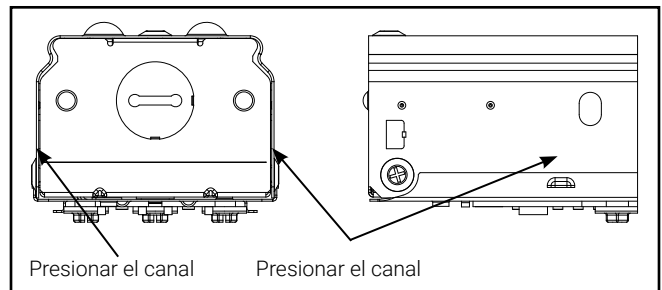

Figura 2.
2. Retire la cubierta del canal presionando hacia dentro por debajo de cada ficha (Figura 2). Levante gradualmente la cubierta mientras sigue presionando el canal en la ubicación de cada ficha.